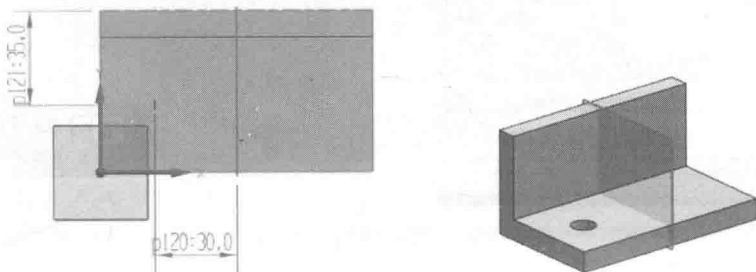

图1-9 标注尺寸
④ 单击【草图工具】工具栏上的【自动判断的尺寸】按钮,标注尺寸,如图1-9所示,单击【完成草图】按钮,单击【孔】对话框中的【确定】按钮,完成孔的创作。